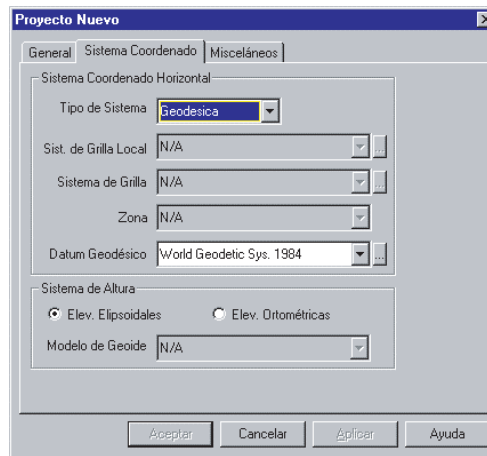

Figura 12.2. Etiqueta Sistema de Coordenadas del Nuevo Proyecto
3. Haga click en la etiqueta **Sistema de Coordenadas** (Figura 12.2).